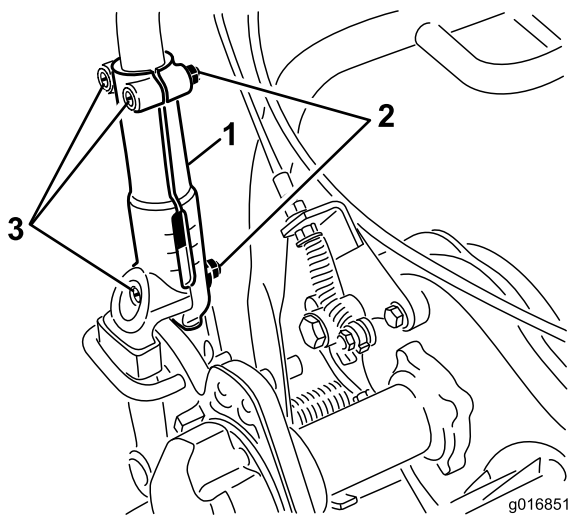

図 23
1. ハンドルを左右のハンドルクランプに固定しているキャリッジボルトとナット各3をゆるめる図 23。